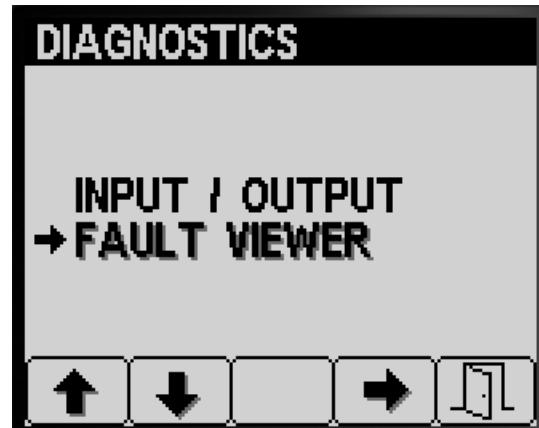

Figura 86
1. Prima o botão 1 ou 2 no ecrã Diagnóstico até encontrar a opção VISUALIZADOR DE FALHAS (Figura 86).
2. Prima o botão 3 para selecionar a entrada VISUALIZADOR DE FALHAS (Figura 86).